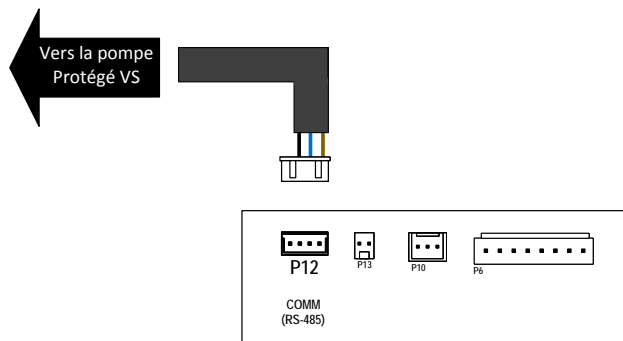

Figure 137. Câblage des relais 24 VCA
- Branchez le connecteur circulaire à détrompeur du faisceau de la pompe de la pompe. Consultez la Figure 137 pour plus d'informations.
- Connectez ensuite l'autre extrémité du faisceau RS-485 Modbus à la borne étiquetée « COM » [P12] sur la carte de contrôle. Voir Figure 137.